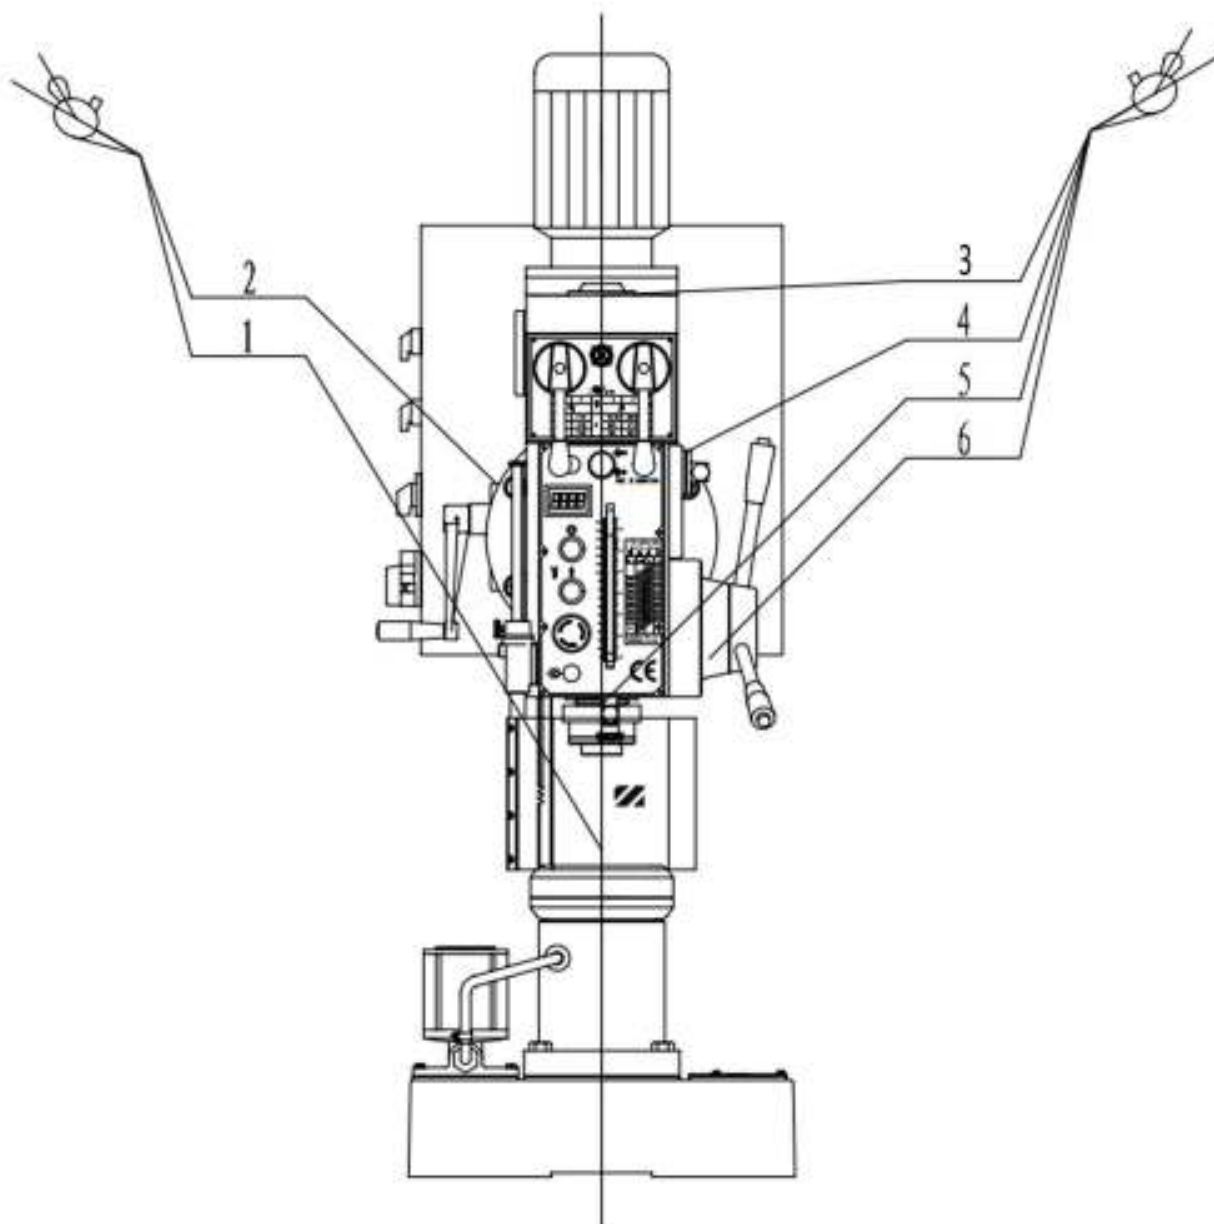

Рисунок 6. Точки смазки
5. Система смазки и охлаждения: 5.1 Существует два вида смазки в станке: а. Смазка консистентная б. Смазывание маслом, залитым вручную 5.2 Шестерни в сверлильной бабке смазываются консистентной смазкой, используется литиевая промышленная смазка №3, через 6 месяцев работы требуется замена смазки. Далее, раз в год требуется промывка и замена смазки в коробке подач, её шестерни также смазаны литиевой промышленной смазкой №3. Червячное колесо смазывается лёгкой смазкой, маслénка должна быть внутри нижней части сверлильной бабки, требуется регулярная замена каждые 6 месяцев. Станок имеет маслозаливные отверстия, отверстия для залива и слива масла (нижняя сторона основания), при заливке масла его уровень должен быть чуть больше средней линии смотрового окна: избыток масла приведёт к переполнению. 5.3 Станок требует смазку маслом вручную. Места смазки показаны на Рис. 6 5.4 Система охлаждения: При обработке специальный насос подаёт СОЖ к режущему инструменту и заготовке. СОЖ хранится в ёмкости, расположенной на задней стороне основания. Поток СОЖ регулируется шаровым краном. Необходима регулярная промывка и очистка системы подачи СОЖ, кроме того, требуется регулярная замена СОЖ по фактическому состоянию. 6 Подъем и установка: 6.1 Подъем: Станок жёстко зафиксирован в ящике. При извлечении станка уделите особое внимание знакам снаружи ящика (где должен быть проложен трос, и где находится центр тяжести) Ящик не должен переворачиваться, наклоняться или подвергаться ударам при подъёме. Учитывая малую площадь основания и большую высоту станка запрещается использование роликов для перемещения станка. Рекомендуется подъём краном или вилочным погрузчиком. Схема стропления станка показана на рисунке 7. Во избежание повреждения краски необходима мягкая прокладка между стальным тросом и станком. Подъём должен вначале выполняться медленно для контроля правильного положения центра тяжести.